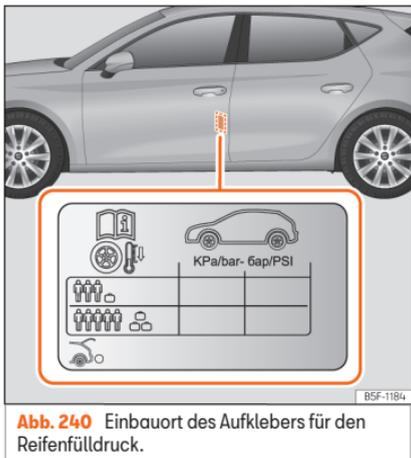

Abb. 240 Einbauport des Aufklebers für den Reifendruck.
- Passen Sie bei größerer Zuladung den Reifendruck entsprechend an »» **Abb. 240**.
Die Angaben zum Reifendruck befinden sich auf einem Aufkleber an der B-Säule der Fahrertür »» **Abb. 240**.
Der Reifendruck muss der aktuellen Fahrzeugbelastung angepasst werden. Wenn das Fahrzeug voll beladen werden soll, muss der Reifendruck entsprechend dem auf dem Reifendruck-Aufkleber »» **Abb. 240** angegebenen maximalen Wert erhöht werden.
von 4,2 bar, gemäß Angabe auf dem Aufkleber mit den Reifendruckwerten »» **Abb. 240**.
»» Abb. 240.
- Immer den richtigen Reifenfülldruck am kalten Reifen einhalten, wie auf dem Aufkleber angegeben »» Abb. 240.